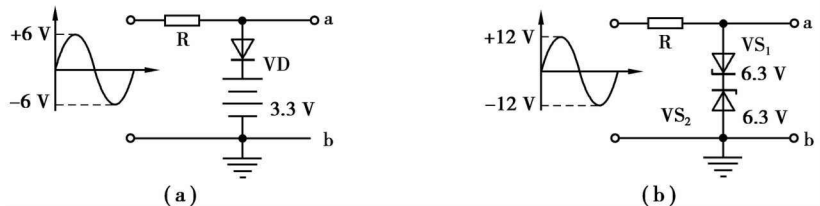
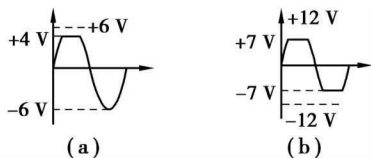

图 1-3
图 1-4
例 1-2 二极管限幅电路及输入波形如图 1-3 所示,试作出电路的输出波形。设二极管为硅材料二极管。
解: ①在图 1-3(a) 中,很明显当输入为正半周时,其峰值达到 6 V,而当电压小于 4 V 时,二极管正极电位小于负极而处于截止状态;当电压大于等于 4 V 时,二极管正极电位将大于负极电位而处于导通状态;当输入为负半周时,二极管正电位始终小于负极而处于截止状态。画电路的输出波形如图 1-4(a) 所示。
②在图 1-3(b) 中,这是一种常见的正负双向限幅电路,当输入电压的绝对值小于 7 V 时, VS_1 和 VS_2 均处于截止状态,当输入电压处于正半周且大于 7 V 时, VS_1 正偏导通, VS_2 处于反向击穿状态;当输入电压处于负半周且小于 -7 V 时, VS_2 正偏导通, VS_1 处于反向击穿状态,此时输出电压波形如图 1-4(b) 所示。